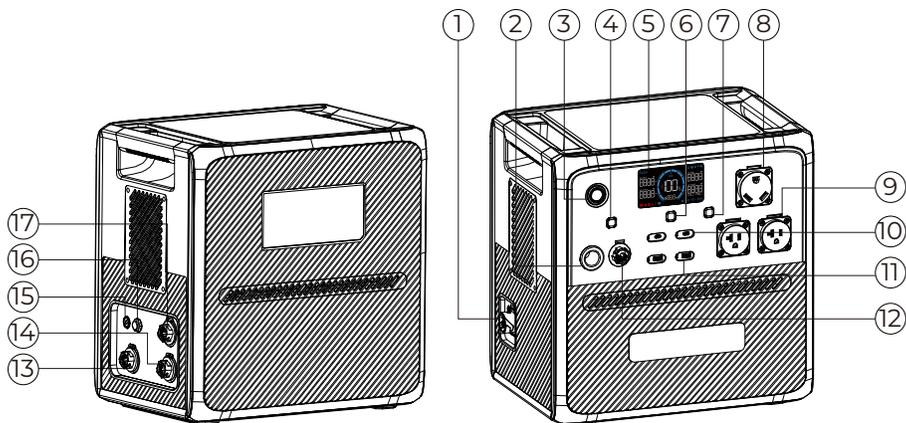

図 3-1 AC240の入出力ポートと操作ボタン
- AC240のDC充電ポート(図 3-1)がソーラー発電充電に使用される場合、パラメータは最大11V~60V/21Aです。